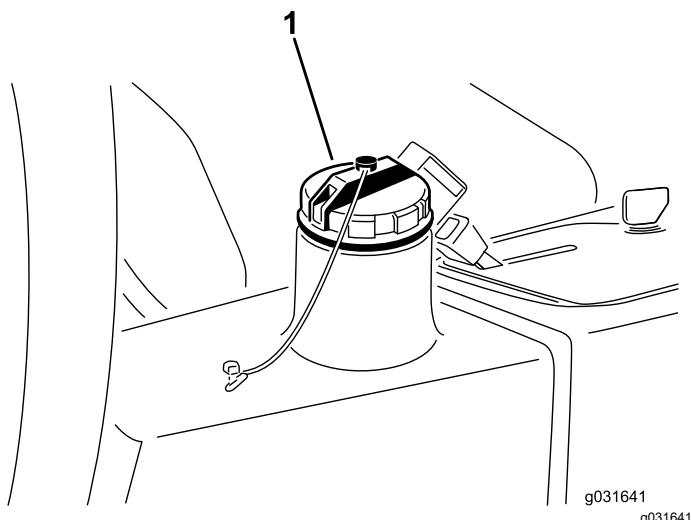

Figura 62
2. Limpe a zona em redor do tubo de enchimento e da tampa do depósito hidráulico (Figura 62).
3. Retire a tampa do reservatório hidráulico (Figura 62).